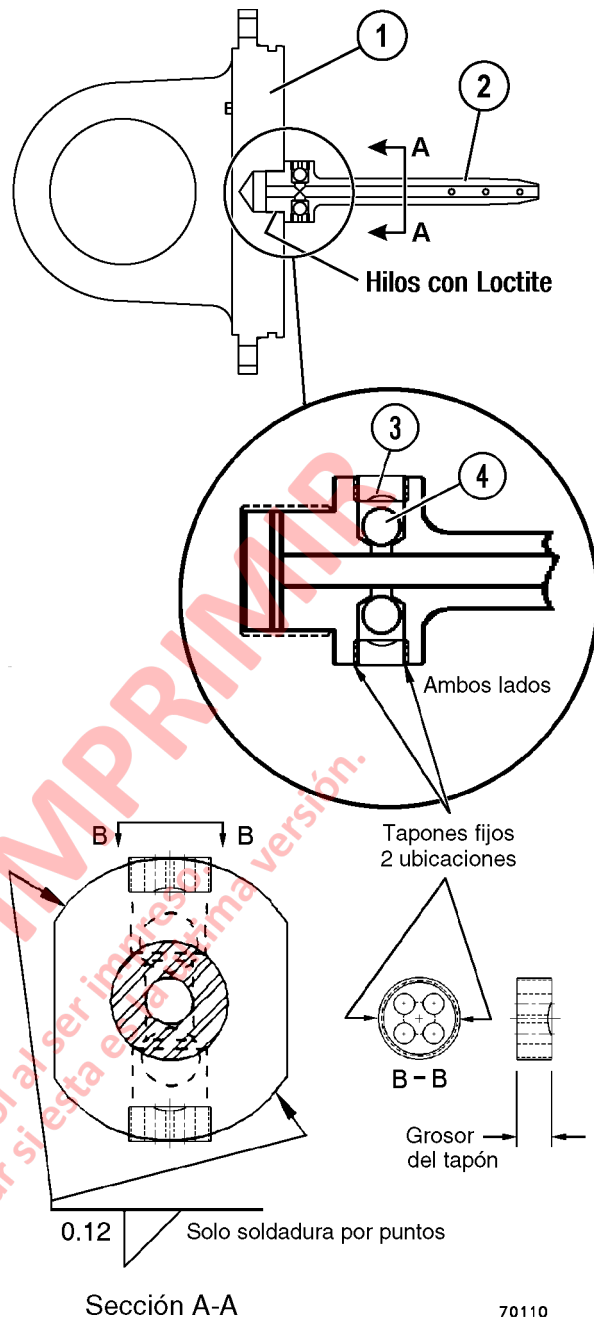

FIGURA 8-21. INSTALACIÓN DE LA BOLA DE RETENCIÓN Y TAPÓN
1. Revise los tapones (3, Figura 8-21) y las bolas de retención (4) en la espiga reductora de velocidad durante cualquier reparación del cilindro, para asegurarse de que los tapones estén apretados y que los asientos de bola no estén dañados. Consulte Montaje de las bolas de retención y tapones en la espiga reductora de velocidad, en la página siguiente.
2. Asegure el conjunto de la tapa (1) en un soporte firme. Asegúrese que las roscas en la tapa y en la espiga reductora de velocidad estén limpias, secas y libres de aceite y solvente.
3. Cubra las roscas de acople del conjunto de la tapa (1) y del conjunto de la espiga reductora de velocidad (2) con LOCQUIC® Primer T, (número de pieza Komatsu TL8753) o equivalente. Espere que la pintura base se seque durante 3 a 5 minutos.
6. Suelde la espiga reductora de velocidad en dos puntos como se muestra en la Figura 8-21.
Las bolas de retención (4, Figura 8-21) en el costado del conjunto de la espiga reductora de velocidad (2), se mantienen en su lugar con tapones roscados (3).
- Si el área del asiento de la bola no está deformada, mida el espesor del tapón como se muestra en la Figura 8-21:
2. Cubra las roscas de empalme de ambos tapones (3, Figura 8-21) y el conjunto de la espiga reductora de velocidad (2) con LOCQUIC® Primer T (número de pieza Komatsu TL8753) o equivalente. Espere que la pintura base se seque durante 3 a 5 minutos.
4. Coloque las bolas de retención (4) en el tubo de la espiga reductora de velocidad e instale los tapones (3) con el lado cóncavo hacia la bola. Use la herramienta SS1158 para apretar los tapones a **95 N·m (70 ft lb)**. Deje que las partes curen por dos horas antes de exponer las áreas roscadas al aceite.
5. Fije las roscas del tapón en dos puntos entre los orificios, como se muestra en la Figura 8-21, para evitar que el tapón se suelte.